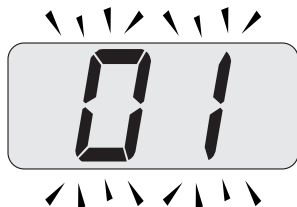

Figura 9.27
- Pulse simultáneamente los botones 15 y 17 (Figura 9.25) hasta que aparezca en la pantalla LCD el valor del parámetro 01 (Figura 9.27) (01=Myto Condens 24 o 03=Myto Condens 35).